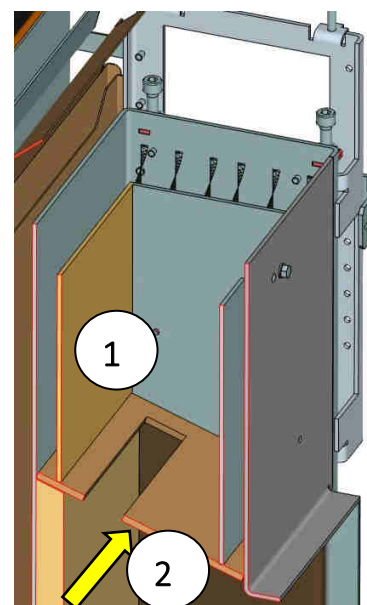

Fig. 57 : compartiment des cendres en haut
5. Nettoyez l'espace au-dessus du déflecteur de cendres volantes (Fig. 57 pos. 1). D'importantes quantités de cendres volantes se déposent à cet endroit.
Remplacez le déflecteur (Fig. 57 pos. 2) en cas de besoin (retrait important / dommages / usure).